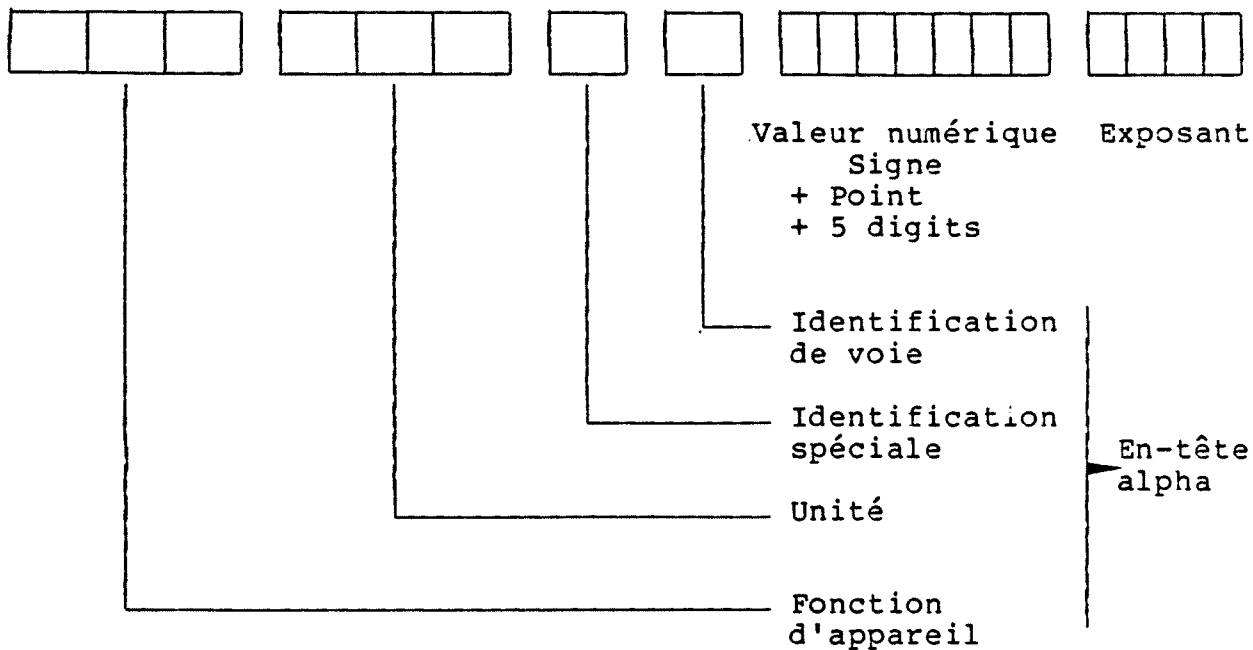

Fig. 2-13 Format pour la sortie de données
La valeur mesurée, la valeur de référence ou un code erreur peuvent être sortis en tant que valeur numérique (caractère de commande N1) ou en tant que valeur numérique précédée d'un en-tête alpha à 8 digits (caractère de commande N0). La figure 2-13 montre la configuration de l'en-tête alpha. Trois caractères se réfèrent à la fonction d'appareil (tableau 2-19), trois caractères à l'unité (tableau 2-20), un caractère est réservé à l'identification spéciale telle que débordement (O), dépassement par le bas ou par le haut de la gamme maintenue (H, L), etc., et un caractère qui affecte la valeur numérique à une voie de mesure (A pour la voie A, B pour la voie B).